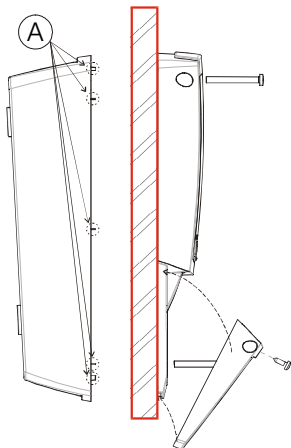

Fig. 6
4. Rimuovere i dal fondo i denti superiori indicati in Fig. 6, A.